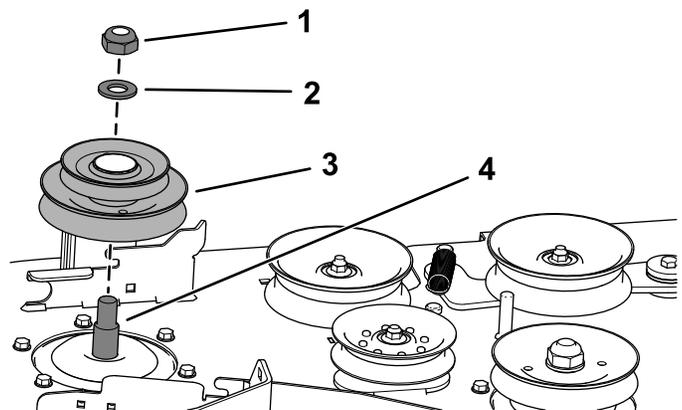

Figura 28
- Utilizzate il dado di bloccaggio (¾") e la rondella per fissare la nuova puleggia doppia sull'asse del fusello di destra (Figura 28).